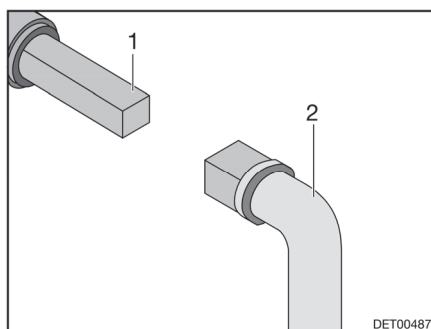

Fig. 196 Manejo del grifo para la eliminación de aguas residuales
- Insertar la llave (Fig. 196,2) en el cuadrado (Fig. 196,1).